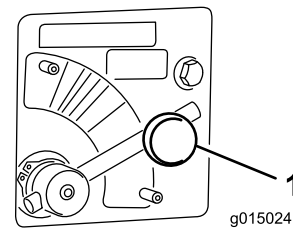

Bild 45
1. Lösen Sie das Handrad, mit dem der Streuerventilgriff befestigt ist (Bild 45).
2. Drehen Sie den Hebel des Tellerstreuerventils (Bild 45) auf die gewünschte Farbe (in diesem Beispiel Gelb).
1. Schieben Sie den Hebel des Tellerstreuerventils auf den Abschnitt **Blau** (Höchstgeschwindigkeit) (Bild 45). Wenn der Hebel ganz nach rechts gedreht ist, sollte er horizontal sein.